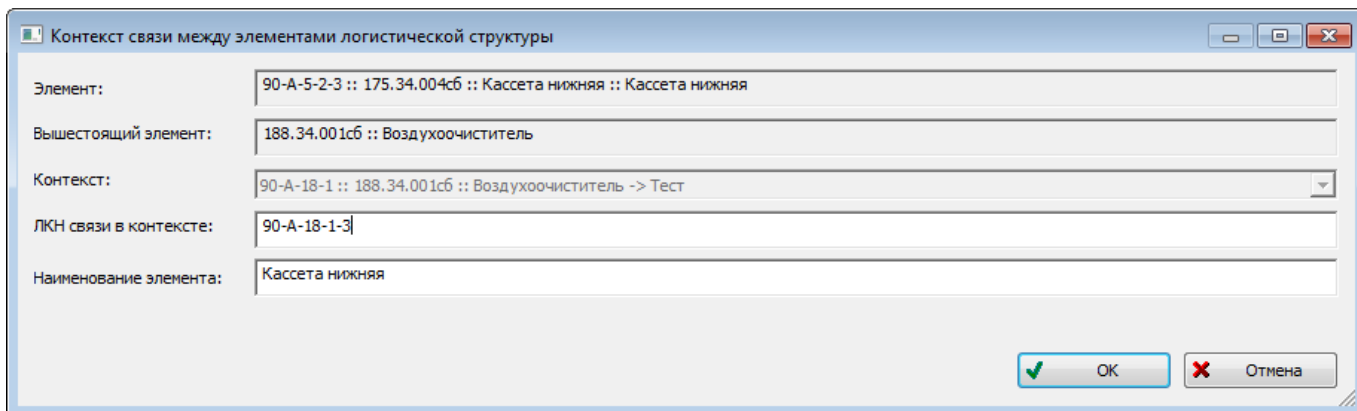
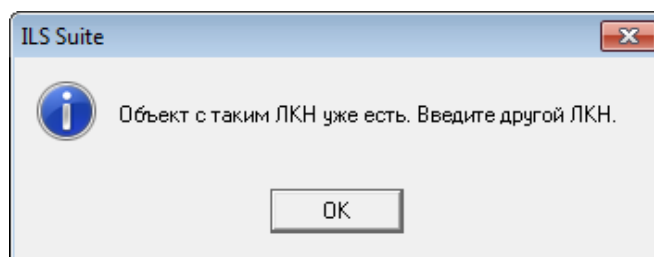

Рис. 10-23 – Диалоговое окно «Контекст связи между элементами логистической структуры»
Рис. 10-24 – Сообщение об ошибке, если введенное значение ЛКН не уникально
2) открыто диалоговое окно «Контекст связи между элементами логистической структуры» (рис. 10-23). В окне приведены следующие сведения:
3) отредактировать значение в поле «ЛКН связи в контексте:» (см. рис. 10-23). Это значение должно быть уникальным в БД (атрибут «ЛКН элемента»);
4) отредактировать значение в поле «Наименование элемента:», если необходимо (см. рис. 10-23);
5) нажать на кнопку «ОК» (см. рис. 10-23). Если в поле «ЛКН связи в контексте:» было задано не уникальное значение, будет открыто информационное окно с сообщением об ошибке (рис. 10-24). Нажать на кнопку «ОК» для закрытия окна. Ввести корректное значение ЛКН (см. рис. 10-23);
Следует иметь в виду, что контекст связи в окне «Контекст связи между элементами логистической структуры» (см. рис. 10-23) задают только для выбранного элемента ЛСИ. Автоматически задание контекста связи не распространяется для его дочерних элементов. Значения ЛКН для дочерних элементов будут одинаковы для всех вхождений выбранного элемента в ЛСИ. Контексты связи для них могут быть заданы аналогичным образом (если необходимо).